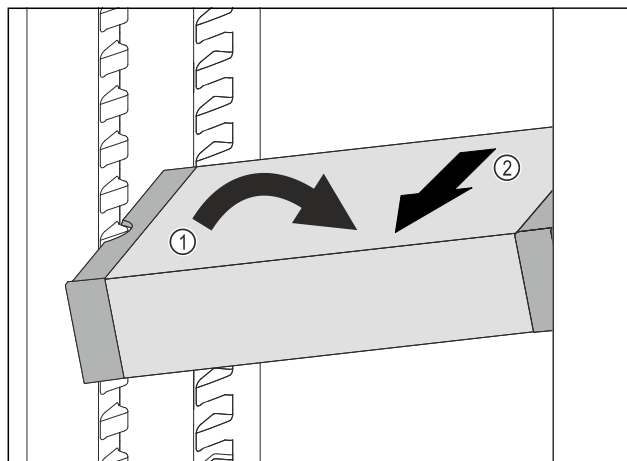

Fig. 112
- Ukosite ladicu VarioSafe u hladnjaku. Fig. 112 (1)
- Izvadite ladicu VarioSafe prema naprijed. Fig. 112 (2)